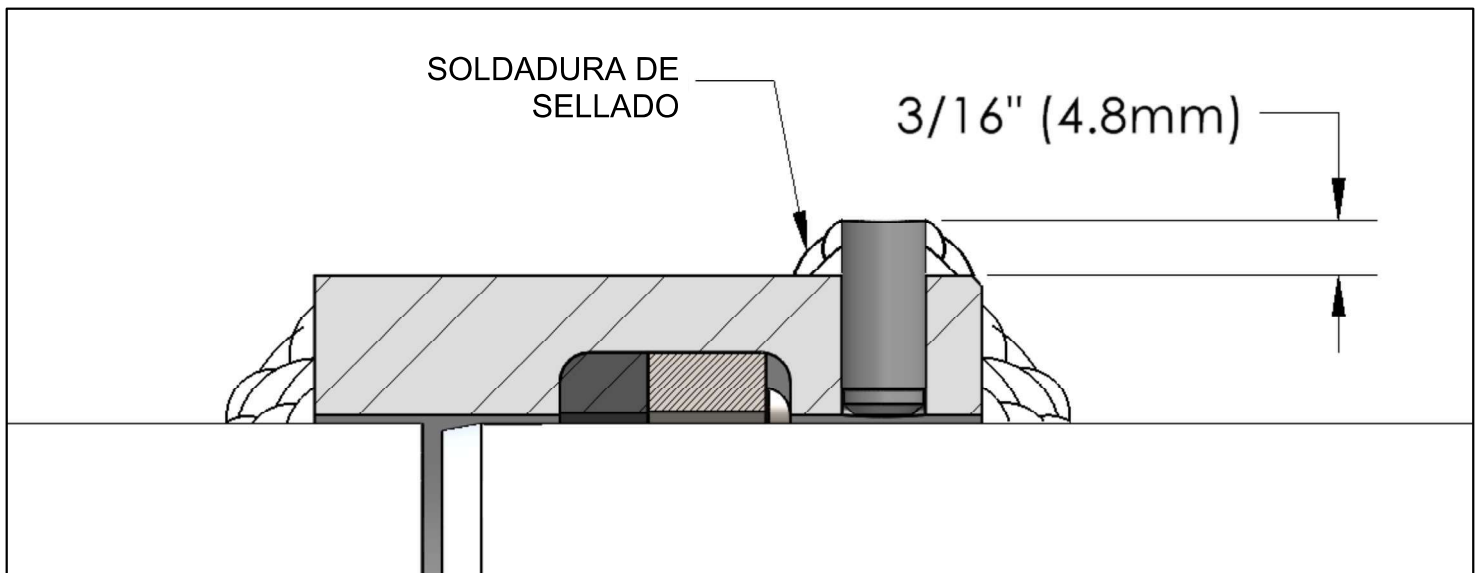

Figura 10
3. Corte o queme los tornillos de sujeción aproximadamente a $3/16"$ (4.8 mm) sobre la superficie exterior de "Weld+Ends" y selle con soldadura alrededor de los tornillos de sujeción. (Consulte la Figura 10). Se puede quitar un tornillo de sujeción por extremo para que sirva como venteo mientras se sueldan los tornillos de sujeción restantes. Antes de completar la instalación, se debe volver a instalar el tornillo que se quitó para el venteo y se debe soldar el sello.